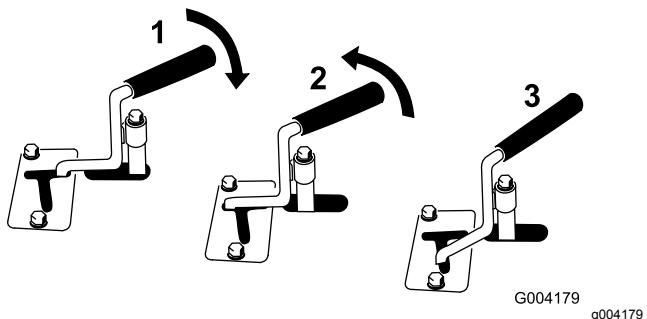

Рисунок 12
- Чтобы гидравлическое навесное орудие начало двигаться в направлении вперед, поверните рычаг вспомогательной гидравлики назад и потяните его в сторону контрольной штанги (Рисунок 12, номер 1).
- Для того чтобы гидравлическое навесное орудие начало двигаться в обратном направлении, поверните рычаг вспомогательной гидравлики назад, затем сдвиньте его влево, в верхний паз (Рисунок 12, номер 2).
вернется в НЕЙТРАЛЬНОЕ положение (Рисунок 12, номер 3). Если рычаг находится в положении ЗАДНЕГО хода, он будет оставаться в этом положении до тех пор, пока вы не выведите его из паза.